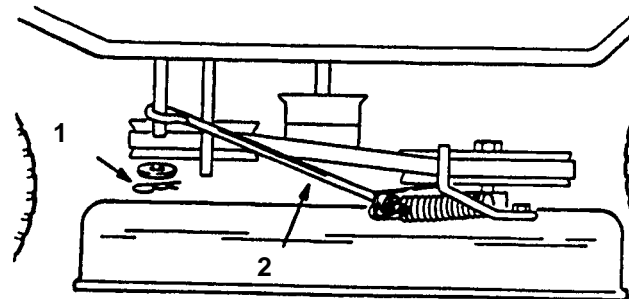

Fig. 39
6. Togliete la coppiglia a forcina e la rondella dal braccio di comando della lama a sinistra del tosaerba (Fig. 39). Estraete l'asta dal braccio.